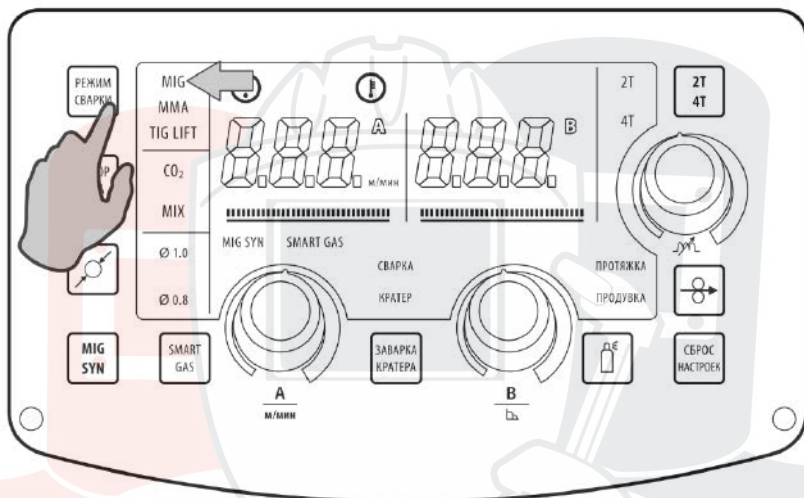

Рис. 8.6.1. Выбор способа сварки.
1. Выберите способ сварки (см. рис. 7.0.1, п. 2) MIG/MAG на передней панели сварочного аппарата (см. рис. 8.6.1).